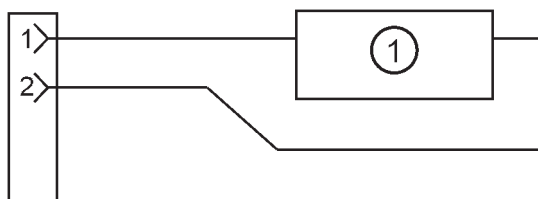

Figura 26
En la Figura 26 se muestra un interruptor neutral de seguridad (1) entre los pines 1 y 2 de bloqueo del arranque.